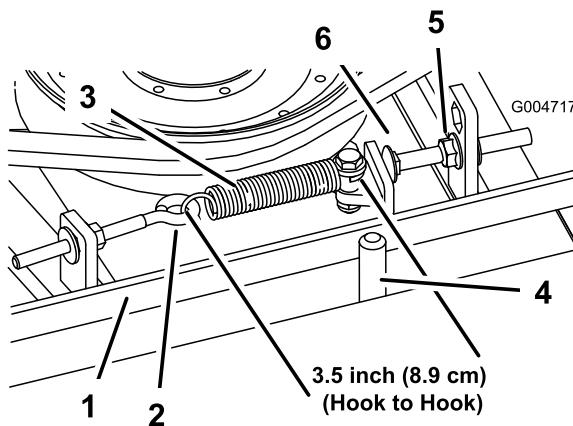

Figura 70
Quando la tensione è corretta, la molla di prolunga (da gancio a gancio) deve essere lunga circa $8,9\text{ cm} \pm 63\text{ cm}$ (misura interna). Quando la tensione della molla è giusta, regolate il bullone di arresto (bullone a testa tonda) fino ad ottenere un gioco di $32\text{ cm} + 152,000\text{ cm}$ tra la testa del bullone ed il braccio di rinvio (Figura 70).
Nota: Verificate che la cinghia si trovi dal lato molla del guidacinghia (Figura 70).
2. Allentate il bullone ad occhio per consentire la rimozione della molla di prolunga (Figura 70).
3. Allentate il dado flangiato che fissa il bullone di arresto alla linguetta di montaggio. Allentate il dado quanto basta per consentire al braccio di rinvio di oltrepassare il bullone di arresto (Figura 70). Allontanate la puleggia tendicinghia dalla cinghia in modo da allentare la tensione della cinghia.
8. Ricollegate la molla di prolunga (Figura 70) al bullone ad occhio e tendete la cinghia come segue: